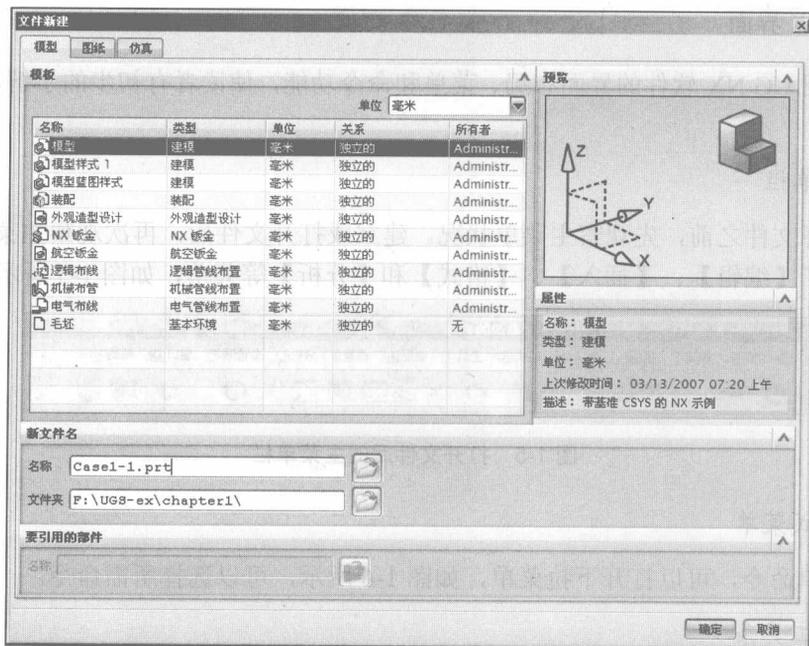

图 1-3 【文件新建】对话框
- (2) 选择【文件】|【新建】命令,打开【文件新建】对话框,UG NX 提供了 3 种设计模式,分别是模型、图纸和仿真,如图 1-3 所示。